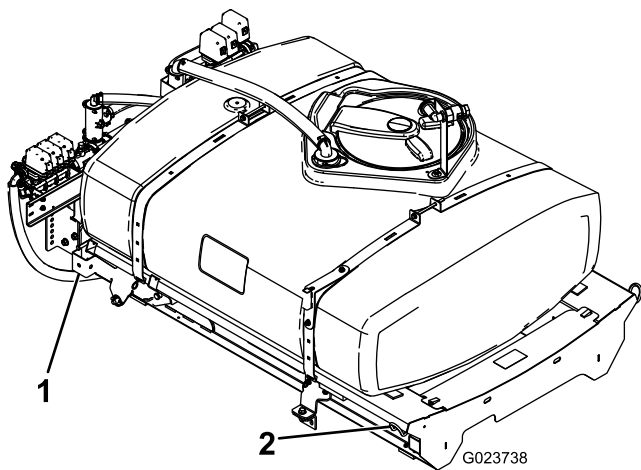

Figura 9
1. Usando una grúa, eleve el conjunto del patín del depósito (Figura 9) y colóquelo sobre el bastidor del vehículo con los conjuntos de bomba y válvula hacia atrás.